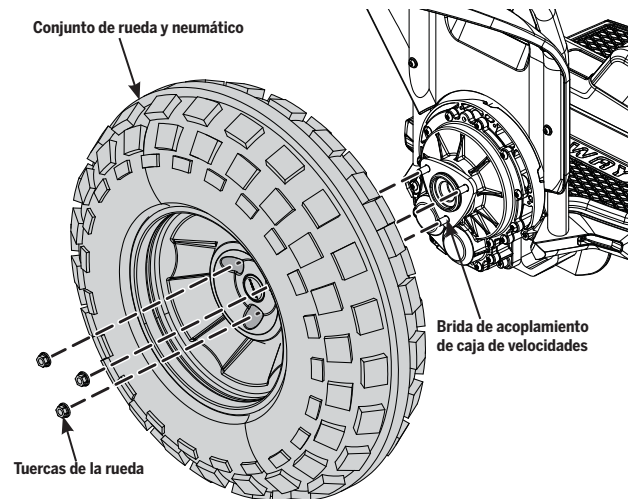

Ilustración 71: retirar/colocar el conjunto de rueda/neumático del x2 SE
3. Con una llave de vaso de 13 mm, retire las tres tuercas de la rueda y déjelas a un lado (consulte la **ilustración 71**).
3. Coloque el conjunto de rueda y neumático sobre la brida de acoplamiento de la caja de velocidades (consulte la **ilustración 71**).